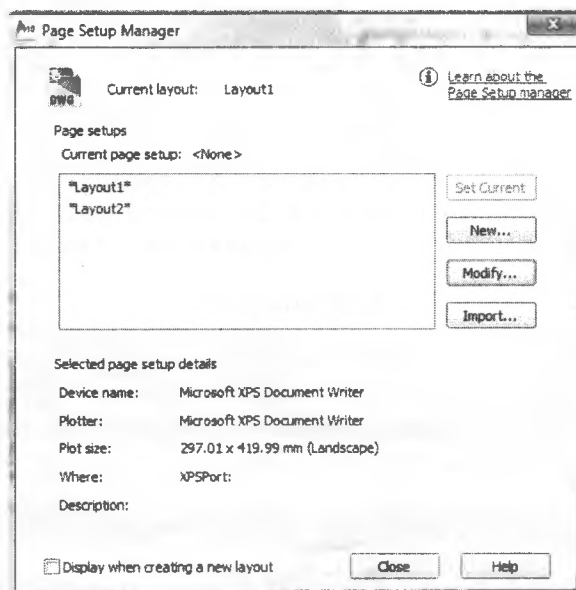

Рисунок 10.1
10.3. Настраиваем параметры листа (рис. 10.1) для печати. (File→ Page Setup Manager→ Modify).